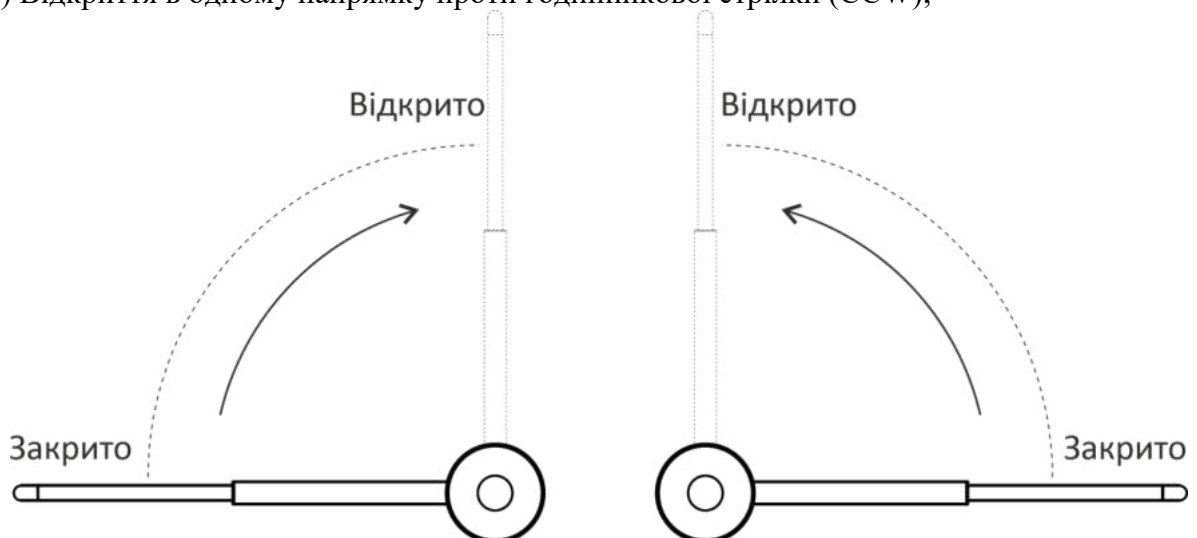

Рис.5 - Варіанти хвірток залежно від напрямку відкриття стулки турнікету Gate-STE
1.4.2.1 Варіанти хвірток (Рис.5) в залежності від напрямку відкриття стулки турнікету: